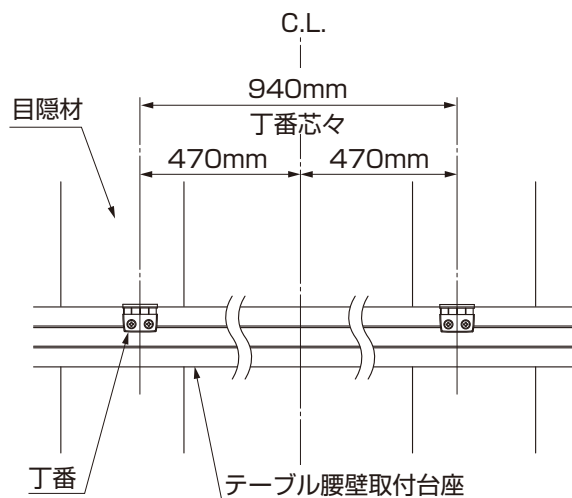

図2-3 丁番の取付け幅
- 丁番と丁番の中心(470mm)とテーブル腰壁取付台座の中心を合わせて取付けてください。(図2-3参照)